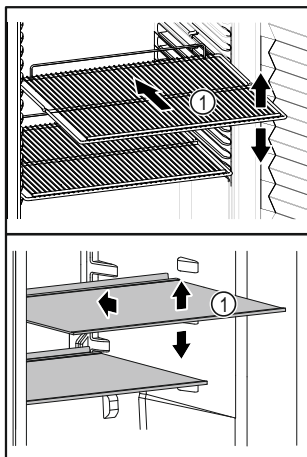

Fig. 22 Primjer izgleda
- ☐ Ako su površine za polaganje Fig. 22 (1) pomične, prilagodite ih po visini.
- ☐ Oslobodite ventilacijske proreze (2) za ventilator optočinog zraka u unutrašnjosti.